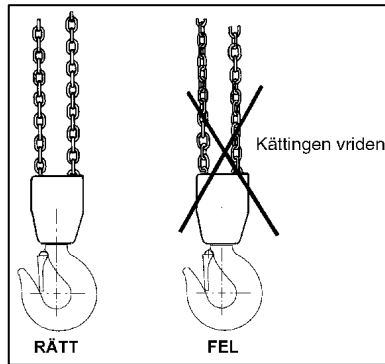

Fig 6 Kättingen får ej vara vriden!
- Kättingen får inte ha kinkar och ej heller vara vriden. För 2-partigt spaklyftblock (6,3 ton) finns risken att kättingen blir vriden genom att underblocket råkar bli vänt igenom kättingslingan – oftast vid ommontering eller flyttning av lyftblocket mellan olika arbetsställen. Se fig 6.